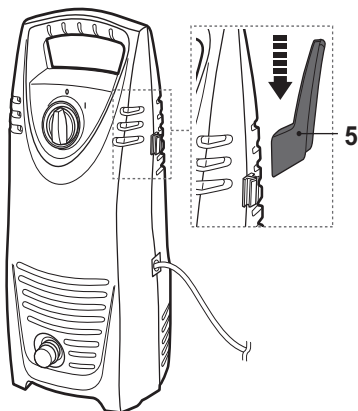

Fig. 1
> Fije el portamanguera (5) a la máquina (Fig. 1).